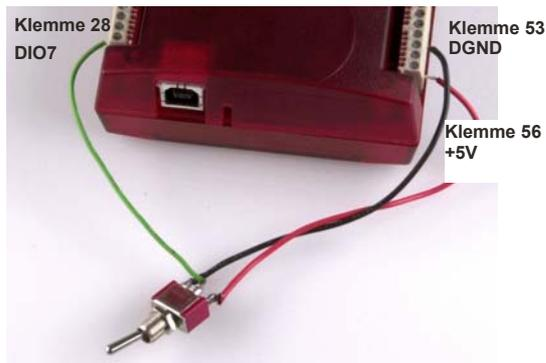
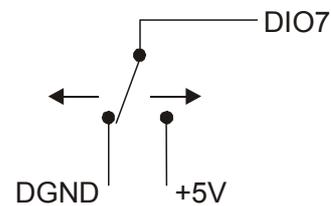

Abb. 3-4. Erkennung des Schalterstatus durch DIO7
Abb. 3-5. Schematische Darstellung der Stuserkennung durch DIO7
Wenn sie als Eingang konfiguriert sind, kann darüber der Zustand der TTL-Eingänge überwacht werden. In Abbildung 3-4 finden Sie die entsprechende Schaltung und in Abbildung 3-5 eine schematische Darstellung. Wenn Sie den Schalter auf den Eingang +5 V USER legen, liest Anschluss DIO7 *WAHR* (1). Wird der Schalter auf DGND gestellt, liest DIO7 *FALSCH* (0).